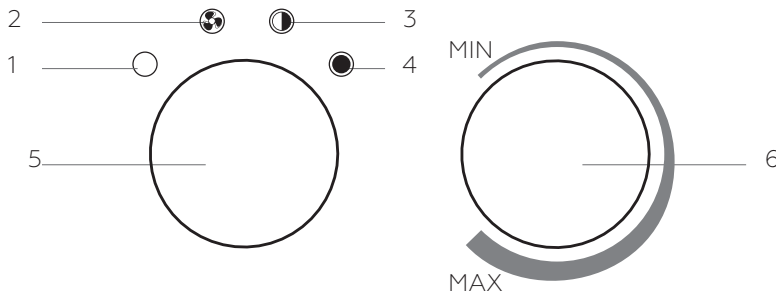

Рисунок 4
Извлеките пушку из картонной коробки. Сохраните коробку для межсезонного хранения. Убедитесь, что клавиши переключателя 5 (см. Рис. 4) находится в положении «О», а ручка терморегулятора 3 повернута в крайнее против часовой стрелки положение «MIN». Во избежание перегрузки электросети не рекомендуется подключать обогреватель к розетке, к которой подключены другие электроприборы большой мощности.
Для включения прибора в режиме вентиляции (без нагрева) переведите ручку переключателя (5) в положение «», (см. Рис. 4), при этом начинает работать вентилятор. Чтобы отключить режим вентиляции и выключить прибор, переведите ручку переключателя (5) в положение «O». Если температура окружающего воздуха выше, чем установленная терморегулятором, пушка работает в режиме вентиляции без нагрева. Если температура окружающего воздуха ниже, чем установленная терморегулятором, пушка работает в режиме вентиляции с нагревом (мощность нагрева зависит от положения клавиши переключателя). Ручкой терморегулятора (6) устанавливается требуемая температура воздуха в помещении. Терморегулятор поддерживает заданную температуру путем автоматического отключения и включения электронагревателя (примерный диапазон поддерживаемой температуры от 0 до +40 °С). Для увеличения желаемой температуры поверните ручку терморегулятора по часовой стрелке, для уменьшения – против часовой стрелки.
Переведите кнопку включения/выключения в положение «» (см. Рис. 4) и выньте. Подождите пять – десять минут. Это необходимо для охлаждения ТЭНов прибора. Переведите ручку (5) в положение «O» (выключено). Отключите прибор от сети не ранее чем через десять минут после работы вентилятора или после того, как прибор в течении десяти минут будет находится в режиме «O» (выключен).